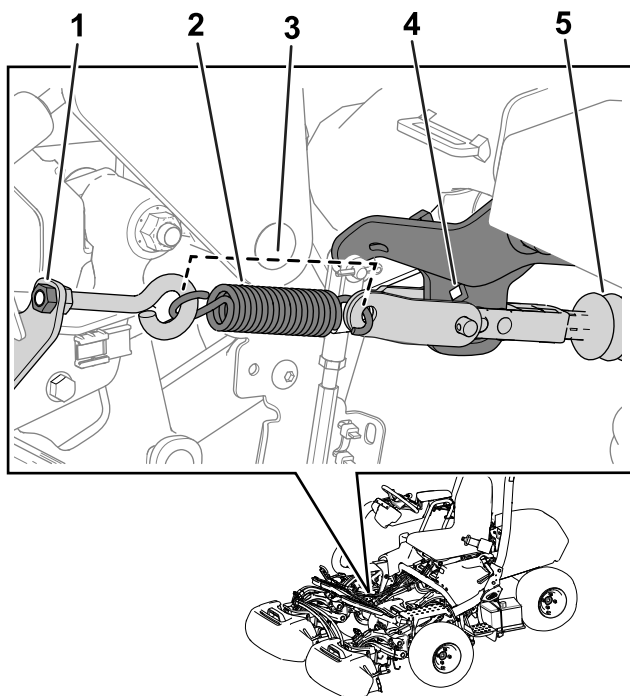

Figura 30
Nota: Consulte la Figura 30 durante este procedimiento.
5. Alivie la tensión del muelle aflojando la tuerca que sujeta el cáncamo al soporte del muelle (Figura 30).
3. Instale el muelle como se muestra en la Figura 30.
4. Apriete la tuerca del cáncamo hasta que la longitud del muelle sea de 11.4 cm (4.5") una vez instalado (Figura 30).